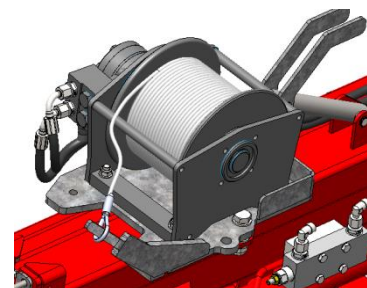

Abbildung 42
- Abschließend das Windenseil mit der Winde bis etwa einen Meter vor der Vorderseite der Maschine aufrollen, dann von den Windenseilscheiben führen, und anschließend das Seil straffziehen und aufrollen (siehe Abbildung 42).